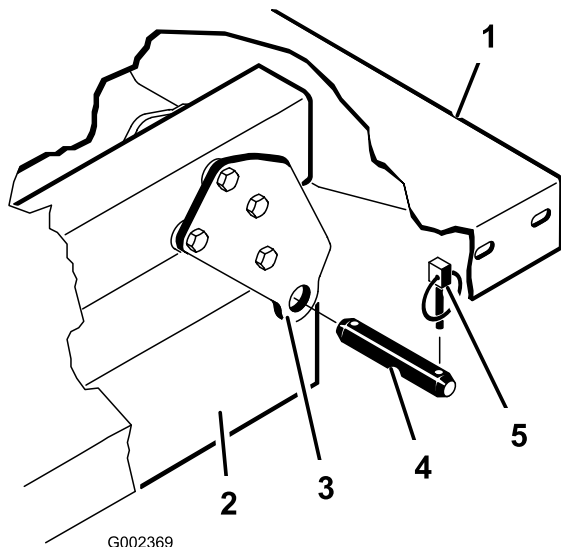

Figura 35
3. Retire los pasadores que fijan los extremos de las varillas de los cilindros a las chapas de montaje de la plataforma empujando los pasadores hacia dentro (Figura 35).
4. Retire los pasadores de seguridad y los pasadores que fijan las placas de giro al bastidor (Figura 35).
de manera que el extremo inferior esté inclinado hacia atrás (Figura 35).
2. Coloque la plataforma con cuidado sobre el bastidor del vehículo, alineando los taladros de las placas de giro traseras con los taladros del bastidor e instale 2 pasadores con chavetas (Figura 35).
3. Con la plataforma bajada, fije cada varilla de cilindro a la ranura correspondiente de las chapas de montaje de la plataforma con un pasador y una chaveta. Inserte el pasador desde la parte exterior de la plataforma, con la chaveta hacia fuera (Figura 35). Las ranuras traseras son para la instalación de la plataforma completa, y las delanteras son para la instalación de la plataforma de 2/3.